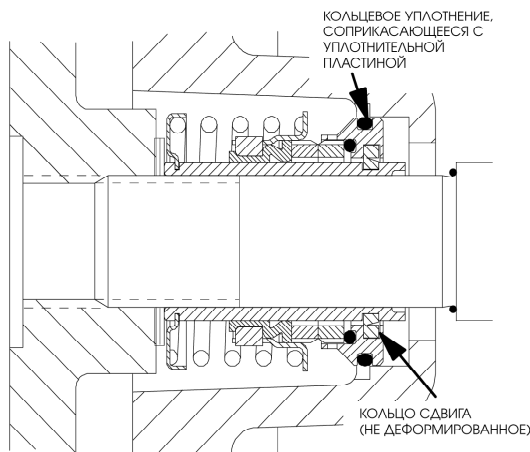

Рис. 7. Частично установленное уплотнение
Очистите и осмотрите рабочее колесо, как описано в разделе «Установка и настройка рабочего колеса». Установите все дистанционные шайбы (34) рабочего колеса, поставляемые в комплекте с уплотнением. Наверните рабочее колесо на вал до упора (см. рис. 7).